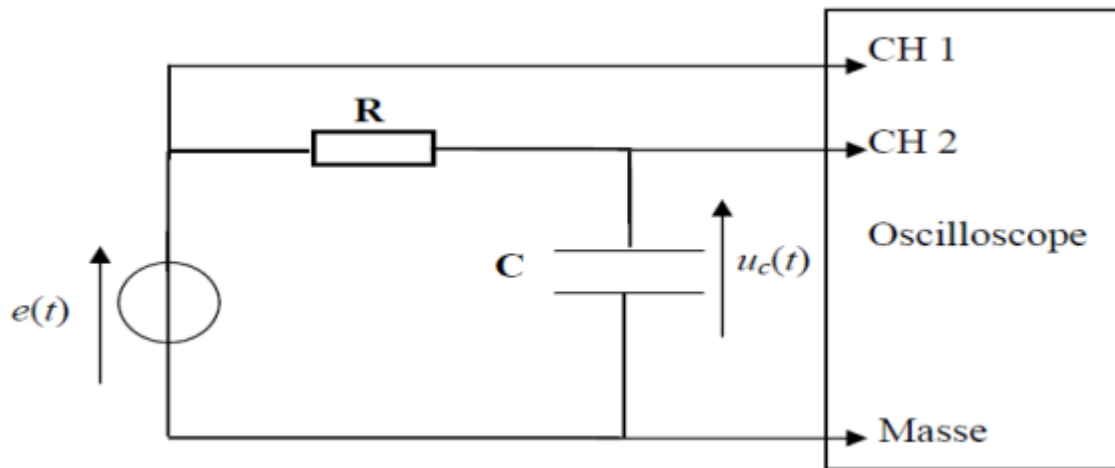

Figure 3
3. Le signal $e(t)$ étant réglé, réaliser le montage Figure 3.